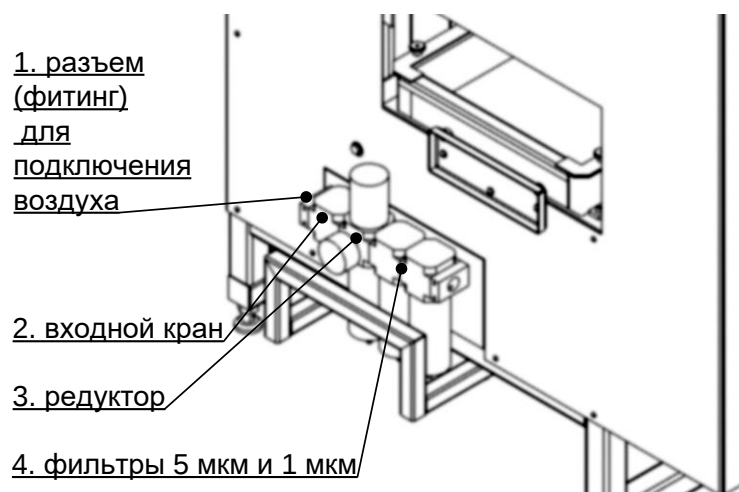

Рисунок 2 – Блок фильтров
Поступающий воздух очищается в блоке фильтров (рисунок 2, страница 4). Узел подвода питания (рисунок 3, страница 5) включает в себя автоматический выключатель поз. 1, клемму «Земля» поз. 2, сетевой шнур поз. 3 и штуцер подключения воздуха поз. 4. Внешний вид блока управления и размещённых на нём элементов представлен на рисунке 4, страница 5. На лицевой панели блока управления расположены: кнопка аварийного останова привода поз. 1, графический дисплей поз.
- 2) открыт входной кран аппарата (рисунок 2, страница 4, поз. 1);
- 3) редуктор (рисунок 2, страница 4, поз. 2) настроен на давление 7,5 атмосфер.